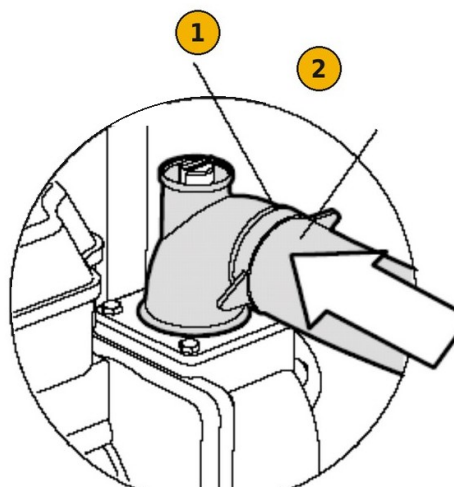

FIG. 6 — Raccordement du tuyau de refoulement : 1 collier ; 2 tuyau
- 2) Emmanchez le tuyau de refoulement et fixez-le solidement avec le collier restant (FIG. 6), afin qu'il ne se détache pas sous la pression de l'eau.